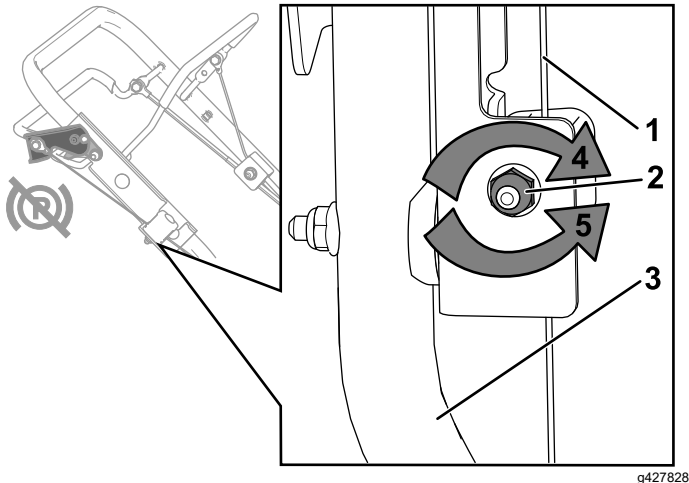

Figura 40
2. Gire la tuerca de ajuste en sentido antihorario para aflojar el ajuste del cable (Figura 40).
3. Ajuste la tensión del cable (Figura 40) empujando o tirando de la funda del cable, y sujétela en esa posición.